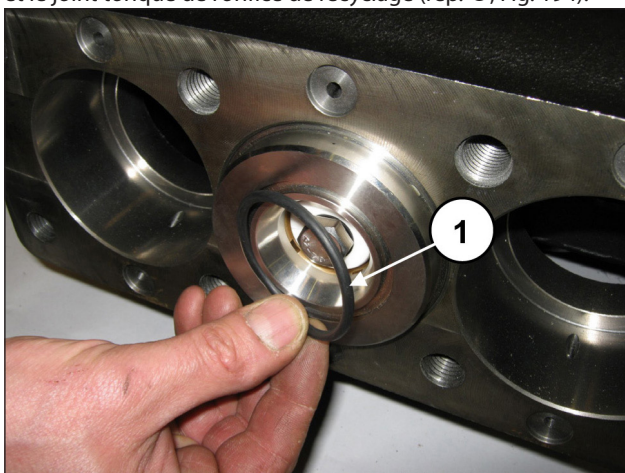
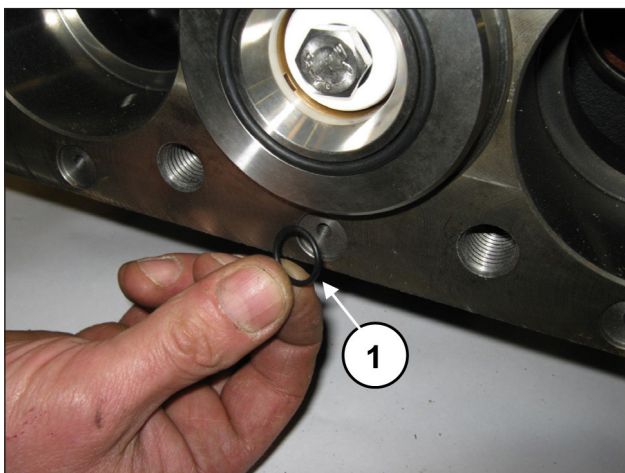

Fig. 193
Fig. 194
Monter le joint torique frontal de la chemise (rep. ①, Fig. 193) et le joint torique de l'orifice de recyclage (rep. ①, Fig. 194).